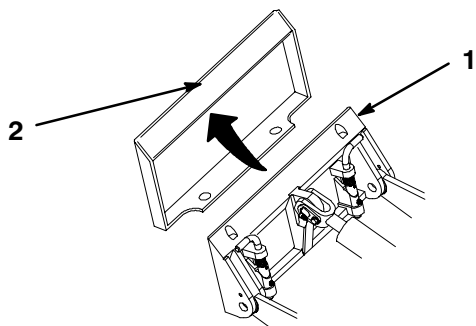

Abbildung 11
3. Vorwärts fahren und die Montageplatte in der oberen Lippe der Aufnahmeplatte positionieren (Abb. 11).